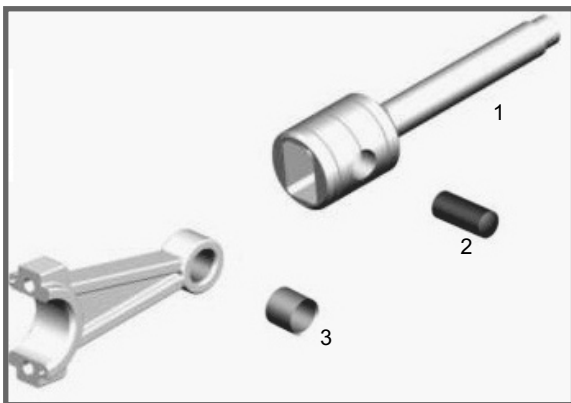

Fig. 58
- 3- Desmontar o pino de articulação Biela / Pistão.(Fig. 58)